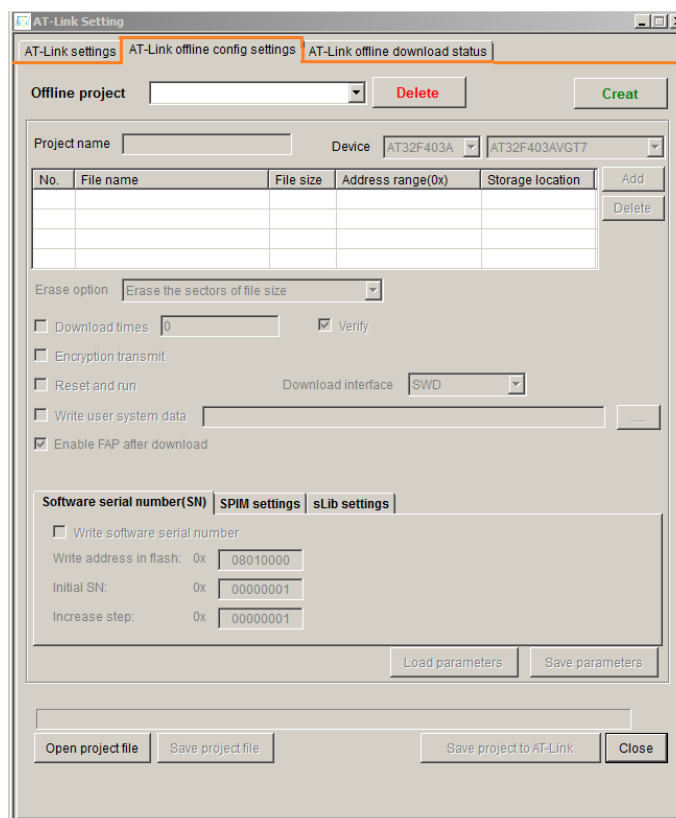

Рисунок 3.5 – Настройки проекта
3.4.7 Перейти на вкладку **AT-Link offline config settings** (рисунок 3.5).